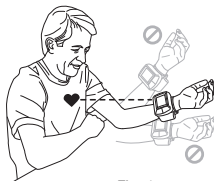

Fig. 1
1. El codo debe descansar en una superficie sólida, con la palma de la mano hacia arriba. Eleve el brazo de manera tal que el brazalete y el corazón se encuentren alineados, Fig. 1.